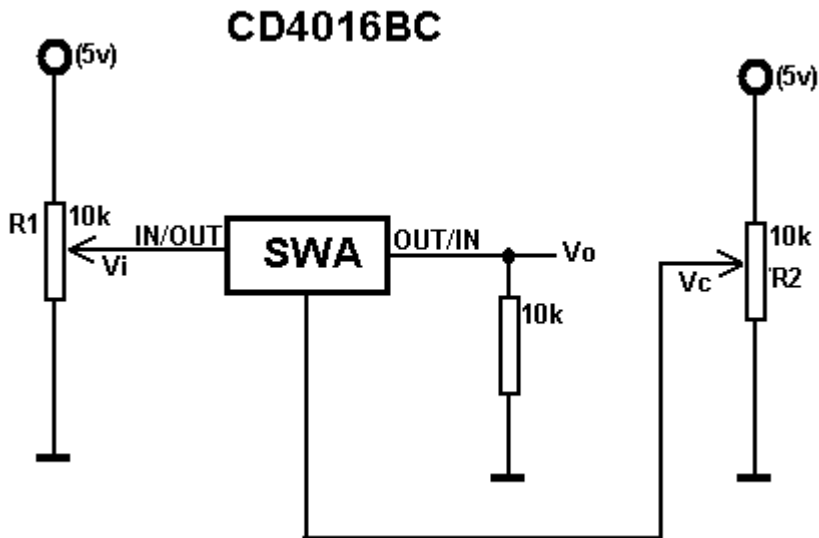

Fig.1
- 1) Montare su breadboard il circuito rappresentato in fig.1 e collegarlo all'ingresso CH1 (Canale 1) dell'oscilloscopio.